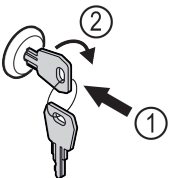

Fig. 105
- ▶ Įspauskite raktą Fig. 105 (1).
- ▶ Pasukite raktą 90° pagal laikrodžio rodyklę Fig. 105 (2).